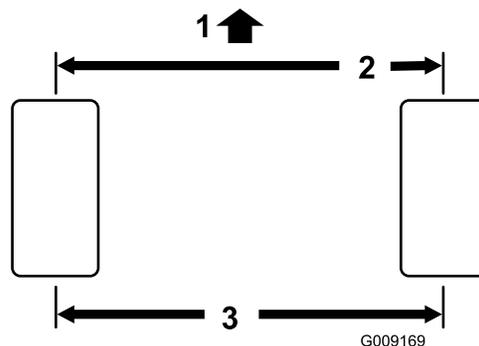

Figura 114
- Misurate l'interasse (all'altezza dell'assale) sulla parte anteriore e posteriore dei pneumatici di sterzo (Figura 114).